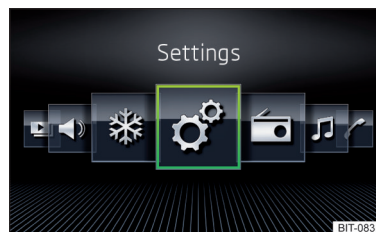

Abb. 186
- › Die Option **Raster-Anzeige** » **Abb. 185** oder **Horizont. Anzeige** » **Abb. 186** wählen.